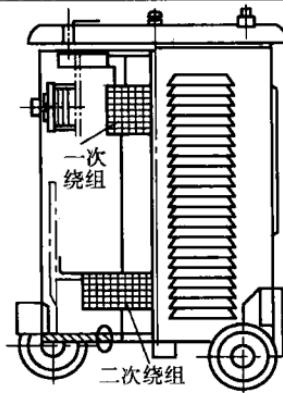

图 1-16 BX3—330 型弧焊变压器焊接电流的调节
**说明：**BX3—330 型弧焊变压器操作时，可利用电流调节手柄转动螺杆，使二次绕组上下移动，从而改变一次与二次绕组间的距离来调节焊接电流的大小。一次、二次绕组分别接成串联和并联，因此可以得到较大的焊接电流调节范围，见图 1-16。